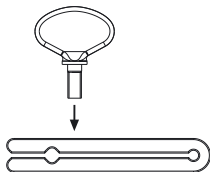

Fig. 16
- Montare l'ausilio estrattore, vedere Fig. 16.